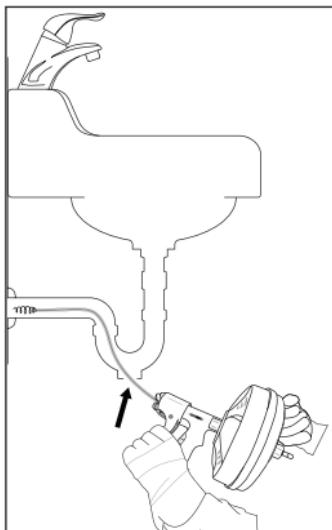

Fig. 1
- ▶ Prepare o aparelho e o local de trabalho em conformidade com estas instruções, a fim de reduzir o risco de lesões devido a choques elétricos, incêndio, tombamento do aparelho, torção ou fratura da espiral ❸, lesões provocadas por químicos, infecções ou outras causas, bem como para evitar uma danificação do aparelho.
- No caso de outros lavatórios poderá ser eventualmente necessário remover um tampão de limpeza ou um sifão (ver fig. 1). Coloque sempre um recipiente sob a abertura de limpeza ou sob o sifão, para recolher a água residual.